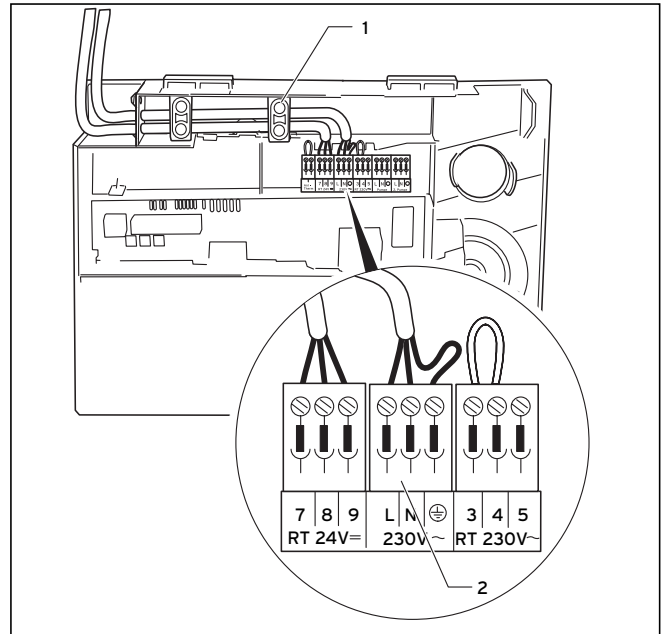

Abb. 5.5 Anschluss einer witterungsgeführten Regelung
- Verlegen Sie die erforderlichen Leitungen zur Anschlussebene im Schaltkasten wie in Abbildung 5.5 gezeigt.